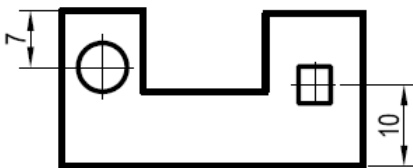

Figura 26
- e) Las cotas de situación de elementos que sean simétricos, tales como; taladros cuadrados o circulares, se acotarán en relación al eje y nunca al contorno. **Figura 26.**